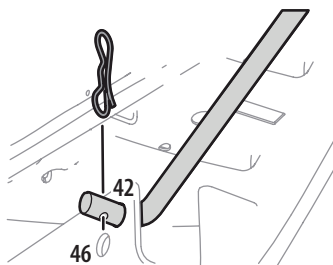

Figura 23
7. Tire del pasador de chaveta hacia afuera de la varilla de elevación delantera de la plataforma que la sujeta a la plataforma (Figura 23). Saque la varilla de elevación de la plataforma del soporte de suspensión delantera.